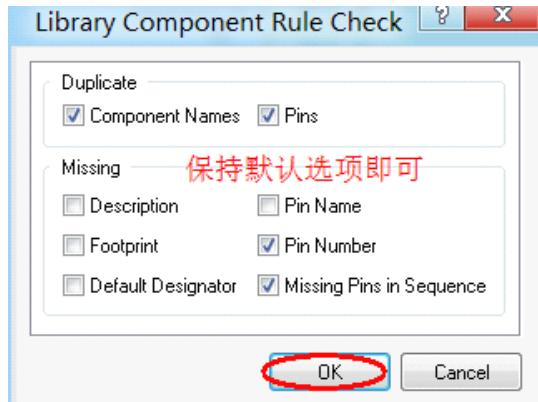

图 6-6.20 元器件设计规则检查
**Step10:** 运行元器件设计规则检查。执行菜单命令【Reports】/【Component Rule Check】，弹出如图 6-6.20 所示的对话框，单击 OK 查看检查结果。如果检查没有错，即可进入下一步。如果检查有错，进行修改。
**Step8:** 运行元器件设计规则检查。执行菜单命令【Reports】/【Component Rule Check】，弹出如图 6-6.20 所示的对话框，单击 OK 查看检查结果。如果检查没有错，即可进入下一步。如果检查有错，进行修改。